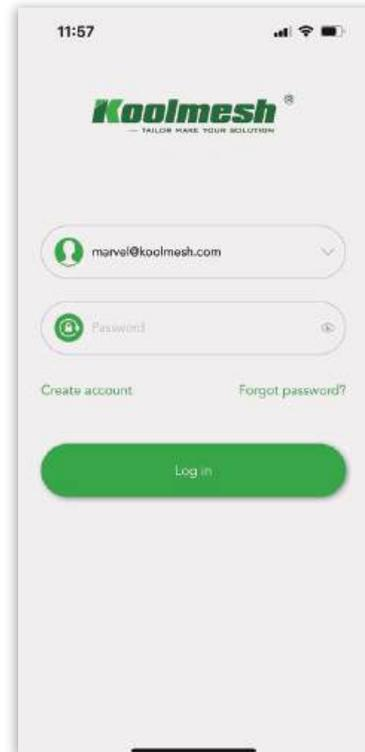

Abbildung 1.3 Anmeldungs-App
4. Wenn Sie bereits ein Konto haben, melden Sie sich bitte direkt mit einem bestehenden Konto an (siehe Abbildung 1.3).